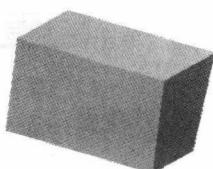
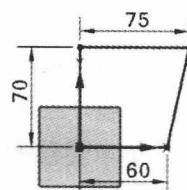

图 1.2 拉伸特征 1
图 1.3 截面草图
Step2. 创建图 1.2 所示的拉伸特征 1。
(1) 选择命令。选择下拉菜单 **插入(I)** → **设计特征(E)** → **拉伸(E)** 命令 (或单击 **拉伸** 按钮)，系统弹出“拉伸”对话框。
(2) 单击“拉伸”对话框中的“绘制截面”按钮 ，系统弹出“创建草图”对话框。
① 定义草图平面。选取 YZ 基准平面为草图平面，选中 **设置** 区域的 **创建中间基准 CSYS** 复选框，单击 **确定** 按钮。
② 进入草图环境，绘制图 1.3 所示的截面草图。
③ 选择下拉菜单 **任务(T)** → **完成草图** 命令 (或单击 **完成草图** 按钮)，退出草图环境。